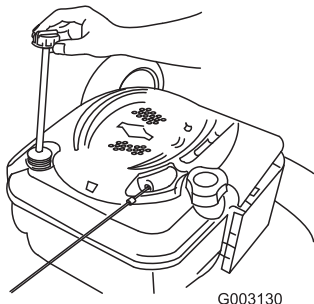

Bild 36
6. Nehmen Sie den Peilstab aus dem Öleinfüllstutzen (Bild 36).